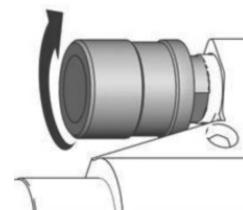

Figura 9 – Regulando a pressão
1. Coloque o controle da pressão (3) no valor mais baixo (figura 9);